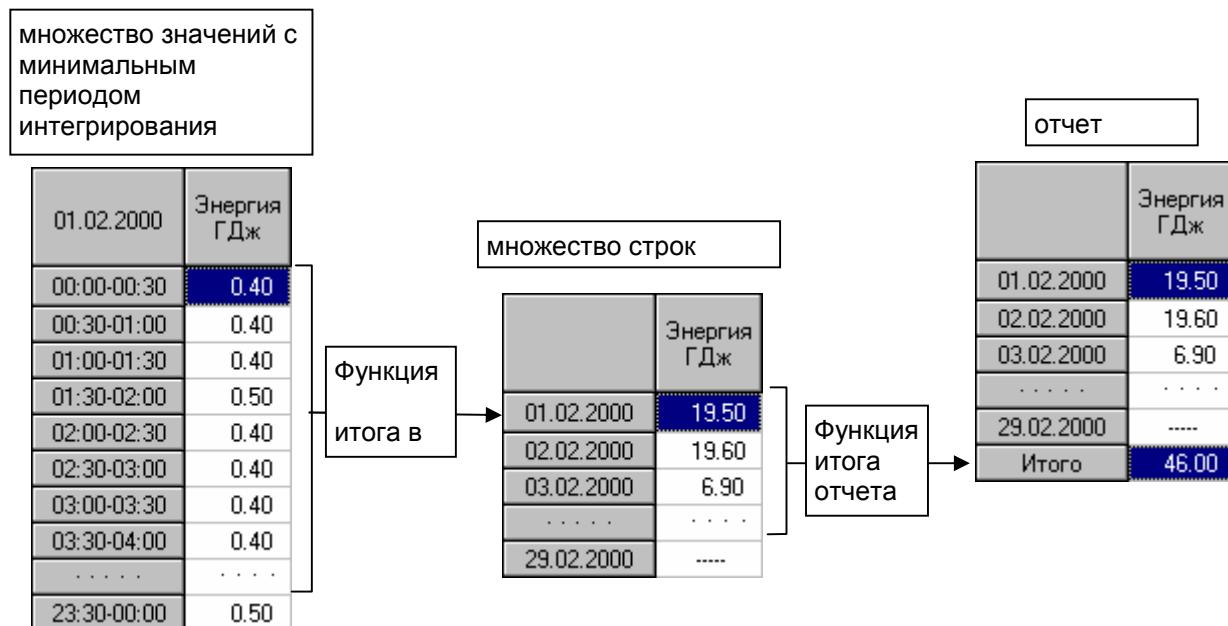

Рис. 10.12
**Функция итога** отчета применяется к множеству значений колонки в строках отчета. Результат функции помещается в итоговую строку отчета (Рис. 10.12).